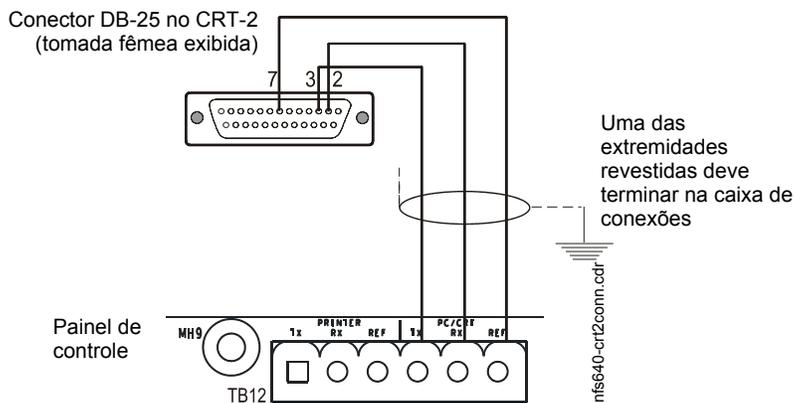

Figura 3.15 Conexão de um CRT-2
1. Conectar os três (3) contactos abertos do cabo personalizado no bloco do terminal TB12 do painel de controle, como mostrado na figura 3.15.